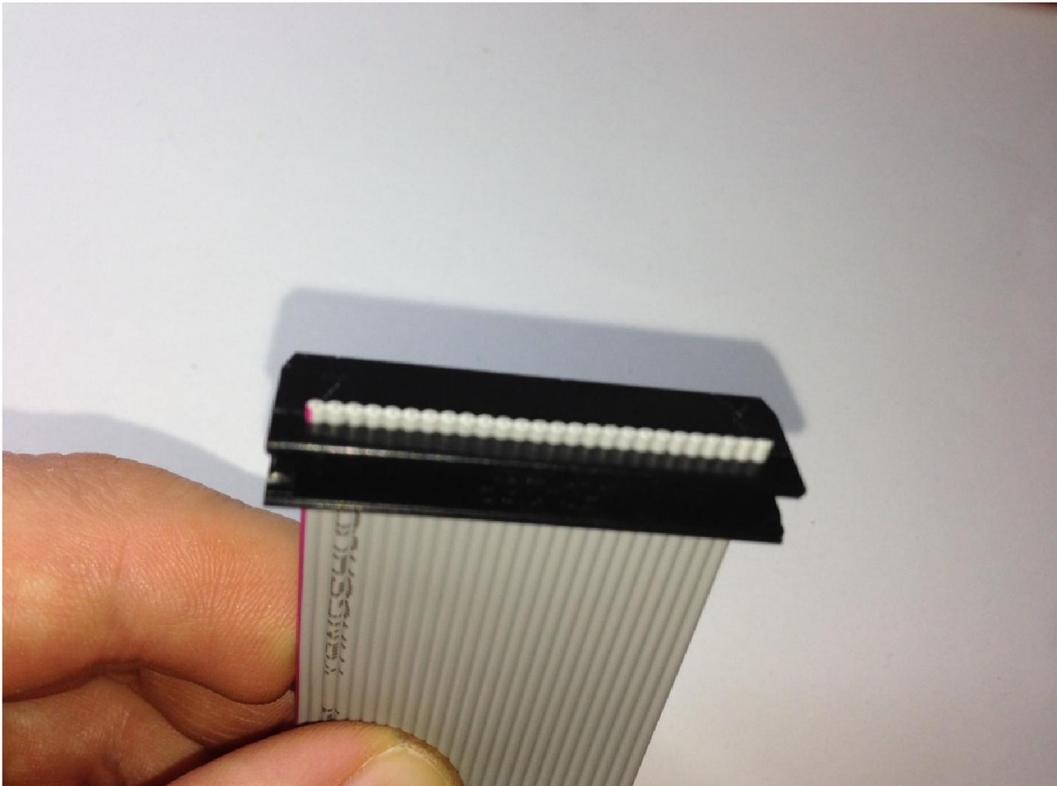

Bild 20
7.4. So sollte der Stecker dann aussehen (Bild 20).